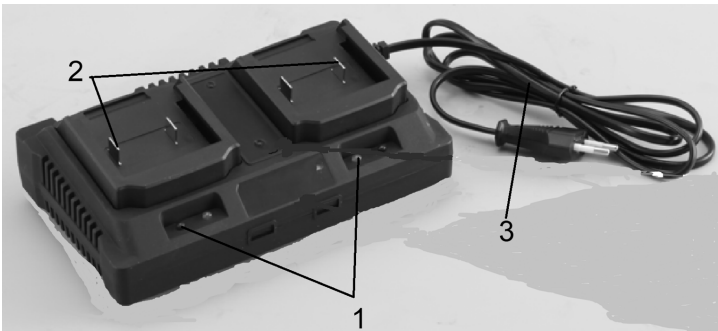

Рисунок 11. Загальний вигляд зарядного пристрою.
2. Під'єднати зарядний пристрій акумуляторних батарей до мережі змінного струму напругою 230 В, 50 Гц (рис. 11).
3. Встановити акумуляторні батареї в контактні гнізда (рис. 11) зарядного пристрою до фіксації.
4. Контролювати ступінь зарядження акумулятора за кольором індикаторів (1, рис. 11).